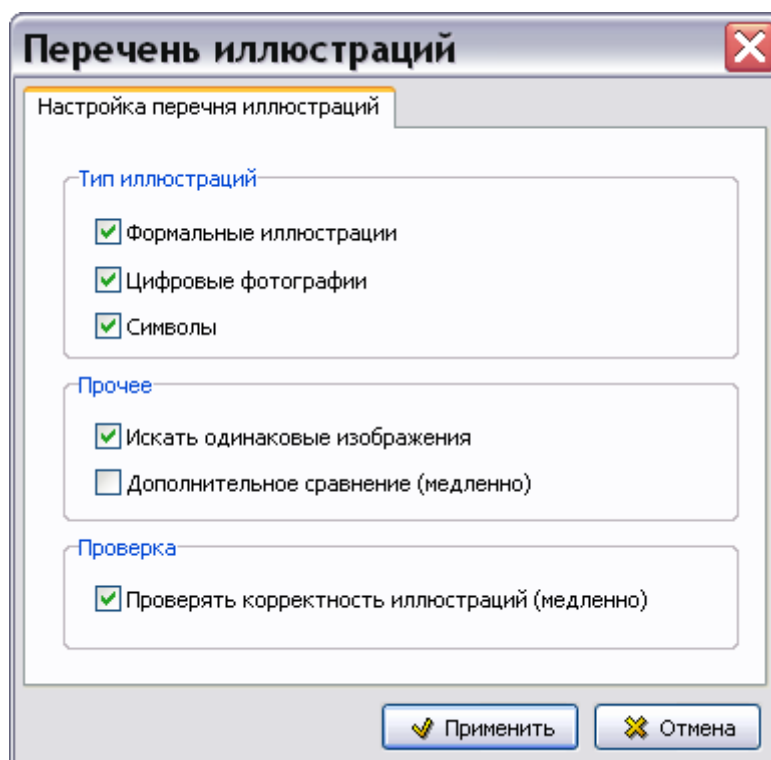

Рис. 21.131
4. В окне **Анализ** нажмите на кнопку **Применить**. После этого появится диалоговое окно **Перечень иллюстраций** (Рис. 21.131).